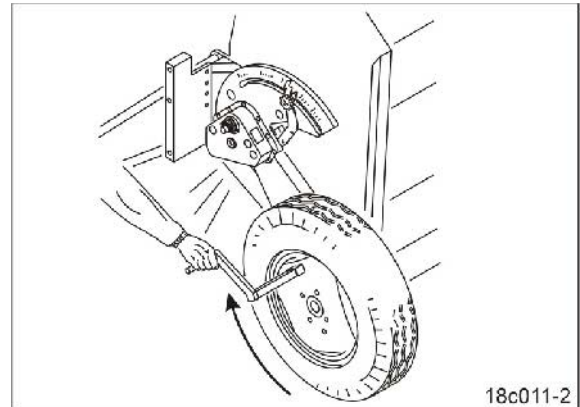

図 57
- 駆動ホイール (図 57) を回すことで圃場の走行の確認